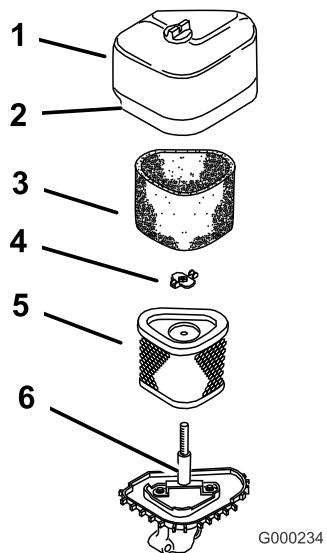

Figure 24
3. Nettoyez la surface autour du filtre à air pour éviter que des impuretés ne s'introduisent dans le moteur et l'endommagent. Dévissez le bouton et déposez le couvercle du filtre à air (Figure 24).
4. Retirez l'écrou à oreilles et retirez l'ensemble élément en mousse et élément en papier du goujon (Figure 24).
5. Sortez délicatement l'élément en mousse de l'élément en papier (Figure 24).
- Glissez délicatement l'élément en mousse sur l'élément en papier (Figure 24).
- Posez l'ensemble filtre à air sur sa base et fixez-le en place avec les écrous à oreilles (Figure 24).
- Reposez le couvercle et fixez-le à l'aide du bouton (Figure 24).